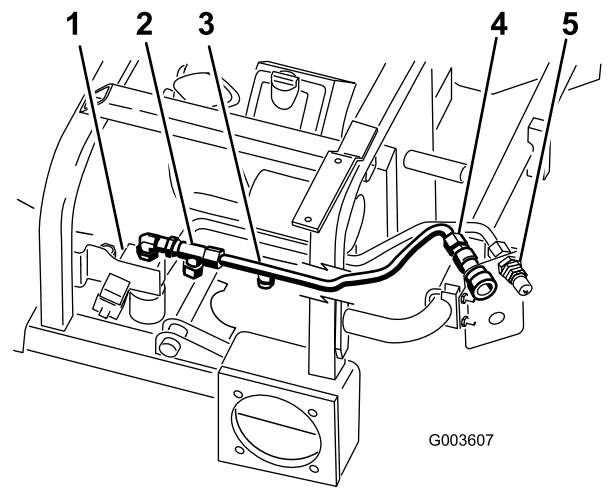

Bild 16
5. Positionieren Sie die Hydraulikleitung Nummer 2 in der Maschine, siehe **Bild 16**.
6. Befestigen Sie die Hydraulikleitung Nummer 2 am T-Anschlussstück, das am 90-Grad-Krümmen und oben am Ventil montiert ist (**Bild 16**).
7. Befestigen Sie die Hydraulikleitung Nummer 2 an der oberen Kupplung mit Innengewinde (**Bild 16**).